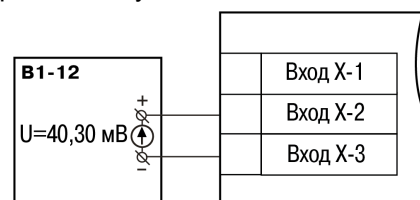

Рисунок 8.3 – Подключение источника постоянного напряжения
1. Подключить к прибору источник постоянного напряжения классом точности не ниже 0,05 (например, прибор для поверки вольтметров В1-12), соблюдая полярность ( рисунок 8.3).